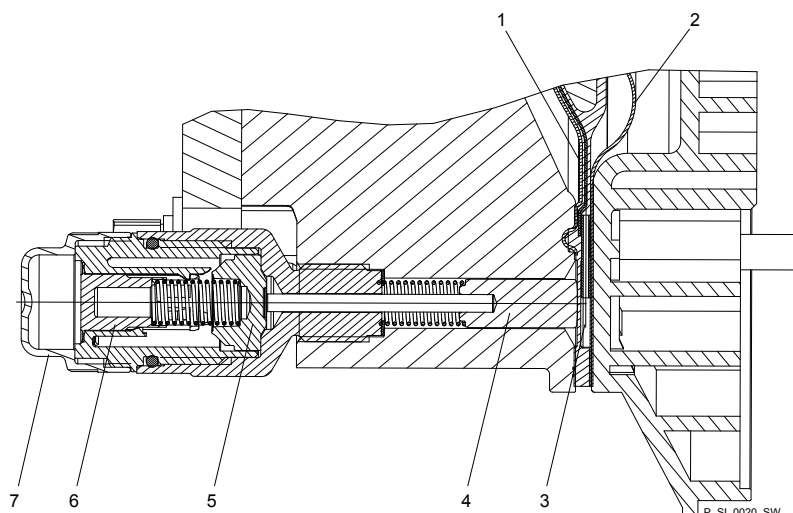

Fig. 23: Sección de la indicación de rotura de la membrana Sigma (versión de "Indicador de rotura óptico")
2. Si los émbolos del sensor de rotura de la membrana (véase Fig. 23, pos. 4) se humedecen o se ensucian, limpie el émbolo y el orificio en el que ingresa.